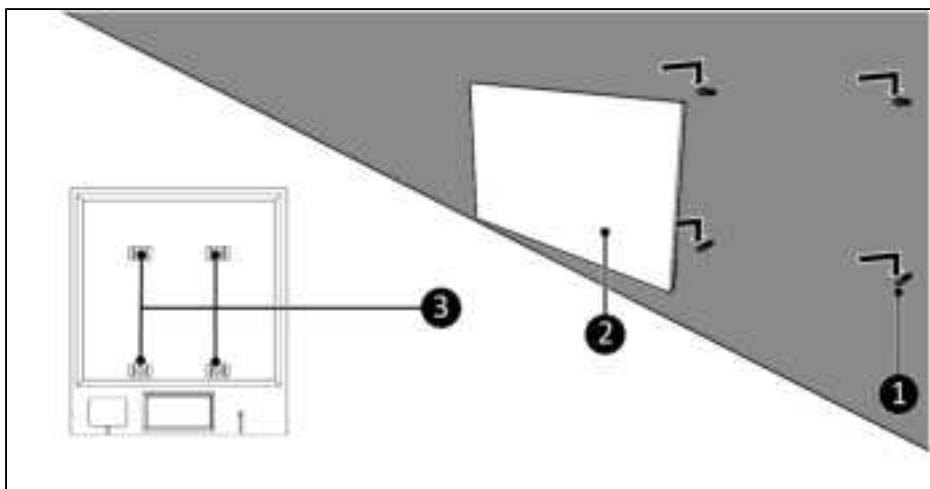

Abbildung 30.
7. Platzieren Sie die Halterungen (Abbildung 30, Pos. 3) auf der Rückseite des Geräts über den Schrauben in der Wand (Abbildung 30, Pos. 1).